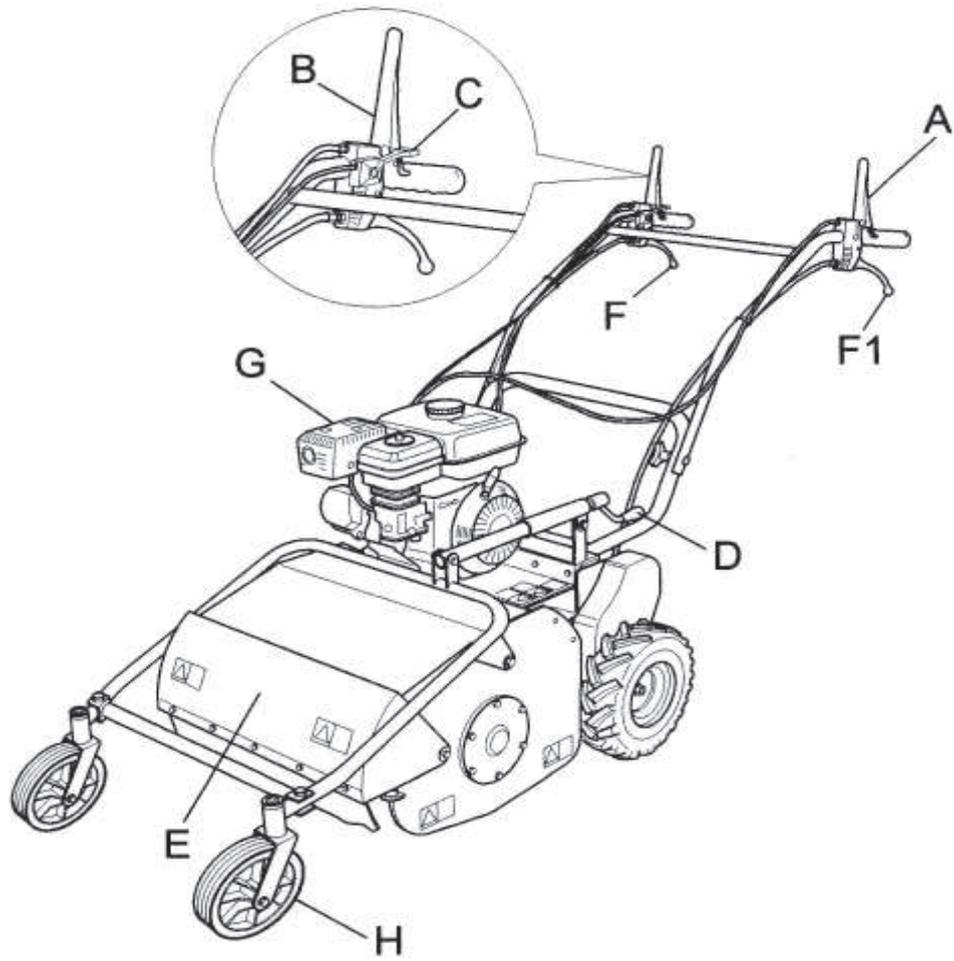

Figure 1
Figure 1 bis
La protection avant (Fig. 1, Réf. E) s'ouvre ou se ferme automatiquement en fonction du volume de l'herbe à couper. Il est interdit d'utiliser la machine en laissant la protection ouverte afin d'éviter la projection d'objets.
- Avant de démarrer le moteur, vérifier que les deux leviers d'enclenchement (embrayage d'avance - Fig. 1, réf. B et embrayage lames - Fig. 1, réf. A) se trouvent en position d'arrêt (relâchés) ; le frein est alors automatiquement actionné .
- Le couvercle de protection situé devant les lames (Fig. 1, réf. E) doit toujours être fermé durant l'utilisation de la machine.